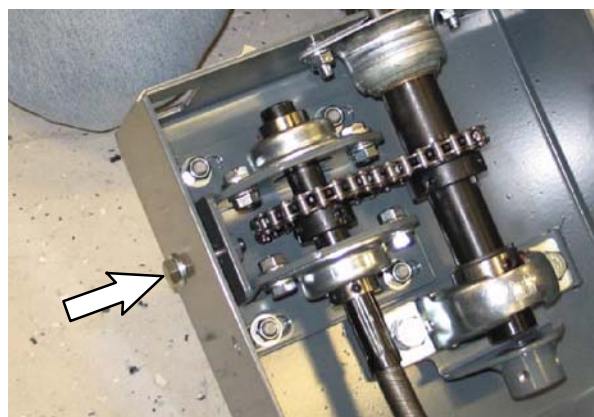

ABB. 25
21. **Neuere Modelle:** Lösen Sie die Spannteile der Lenkung. (Abb. 25)